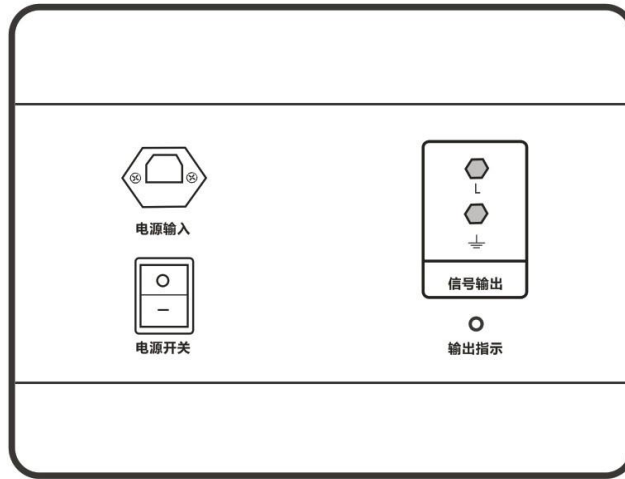

图 1 信号发生器面板图示意图
①信号发生器
②信号接收器
③A 钳（大钳）
④B 钳（小钳） ⑤信号输出线 ⑥电源线
2、信号发生器（见图 1）